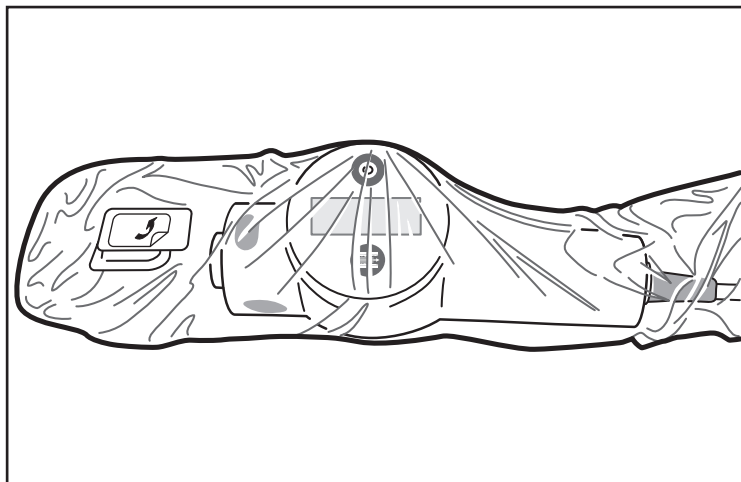

Figura 6. Bolsa colocada
7. Para colocar la bolsa, deje de introducir la unidad motora MDU5 PLUS en la bolsa en cuanto obtenga un ajuste perfecto. El operador estéril no necesita desplazar la unidad motora MDU5 PLUS hasta que alcance la placa frontal de la bolsa. Es normal que quede un espacio entre la punta de la unidad motora MDU5 PLUS y la placa frontal de la bolsa (figura 6).